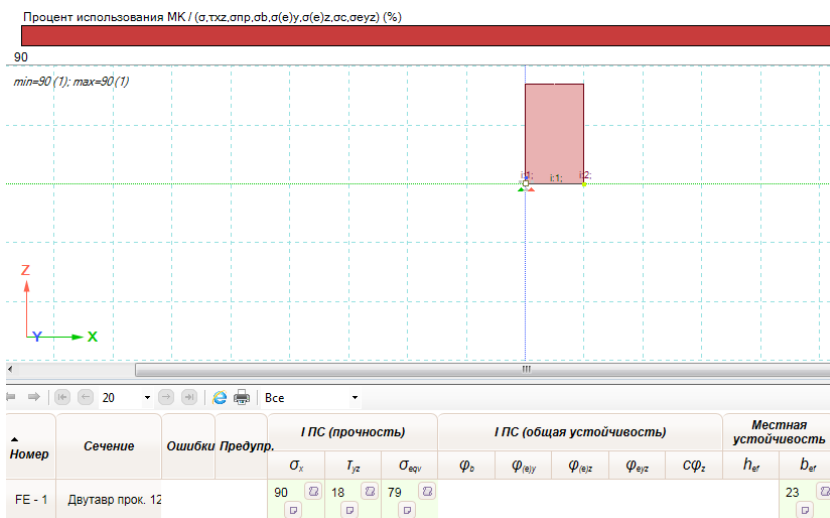

Рис. 128. Результаты подбора сечения
- Нажмите на кнопку **Показать** (рис. 128).
- Нажав на значок в виде свитка  (рис. 128), расположенный около каждой цифры таблицы, можно увидеть на экране весь расчет с формулами и поясняющими рисунками (рис. 129).